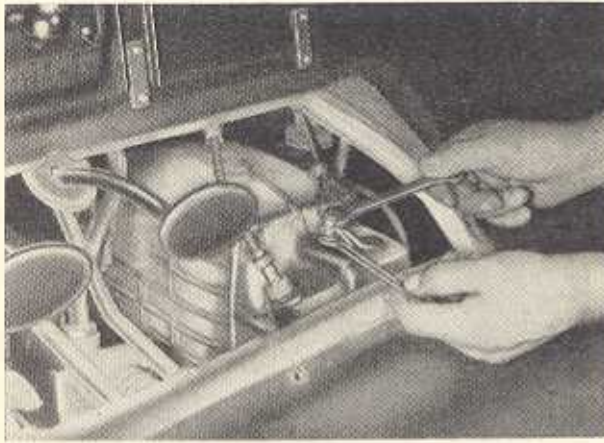

Bild F 2. Abklemmen des Seilzuges für die Freilaufperre
4. Nach dem Herausdrehen der fünf Halbrundschrauben das Abdeckblech vom Pedalboden entfernen und den Seilzug für die Freilaufperre abschließen. Vorher ist noch das Gasgestänge an der Gestängewelle zu lösen (Bild F 2).